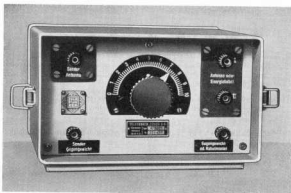

Bild 10 Anpassungsgerät
28. Das **Anpassungsgerät** (Bild 10) muss zwischen Antenne und Sender geschaltet werden, bei Verwendung